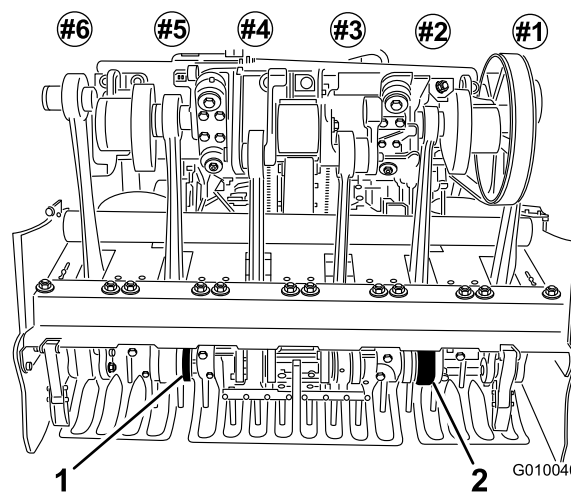

図 26
6. タインホルダー #2 と #5 図 26 にタインを取り付け、キャップスクレで固定する。